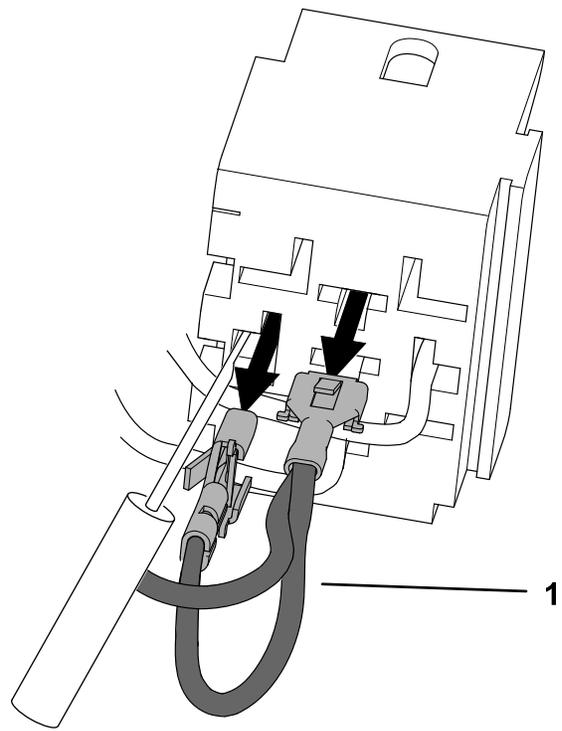

Figure 4
- 6. Avec l'outil de dépose de borne, déposez les 2 bornes correspondant aux fils bleus, comme montré à la Figure 4.